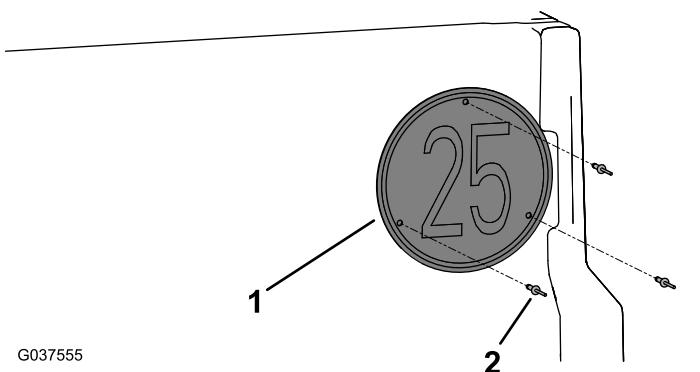

Bild 14
4. Befestigen Sie das Geschwindigkeitsschild an der Heckklappe mit drei Blindnieten ($3/16'' \times 15/16''$), wie in **Bild 14** abgebildet.